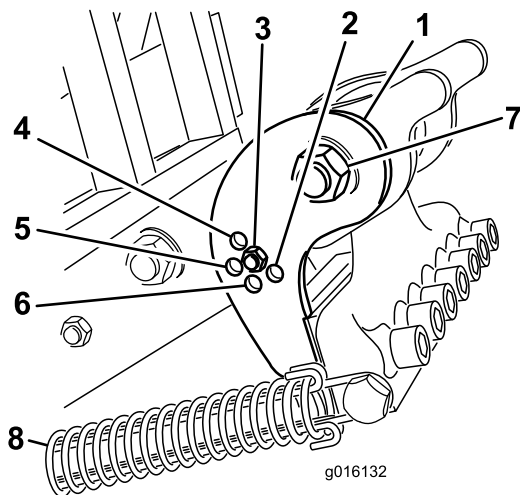

Figura 38
Ajuste la pletina de ajuste (Figura 38) en la posición correcta según la longitud del taladro. El tope del cabezal se ajusta en 1 de las 5 posiciones predeterminadas, eligiendo el taladro a través del cual se atornilla la varilla de ajuste. Estas posiciones son simplemente las predeterminadas; se puede obtener un acabado más liso usando un taladro de 10" (25,4 cm), por ejemplo, en la posición de 12" (30,48 cm), dependiendo de la aplicación concreta.
3. Desconecte el muelle tensor del cabezal de taladros (Figura 38).
4. Retire el perno y la tuerca de los taladros de la pletina de ajuste (Figura 38).